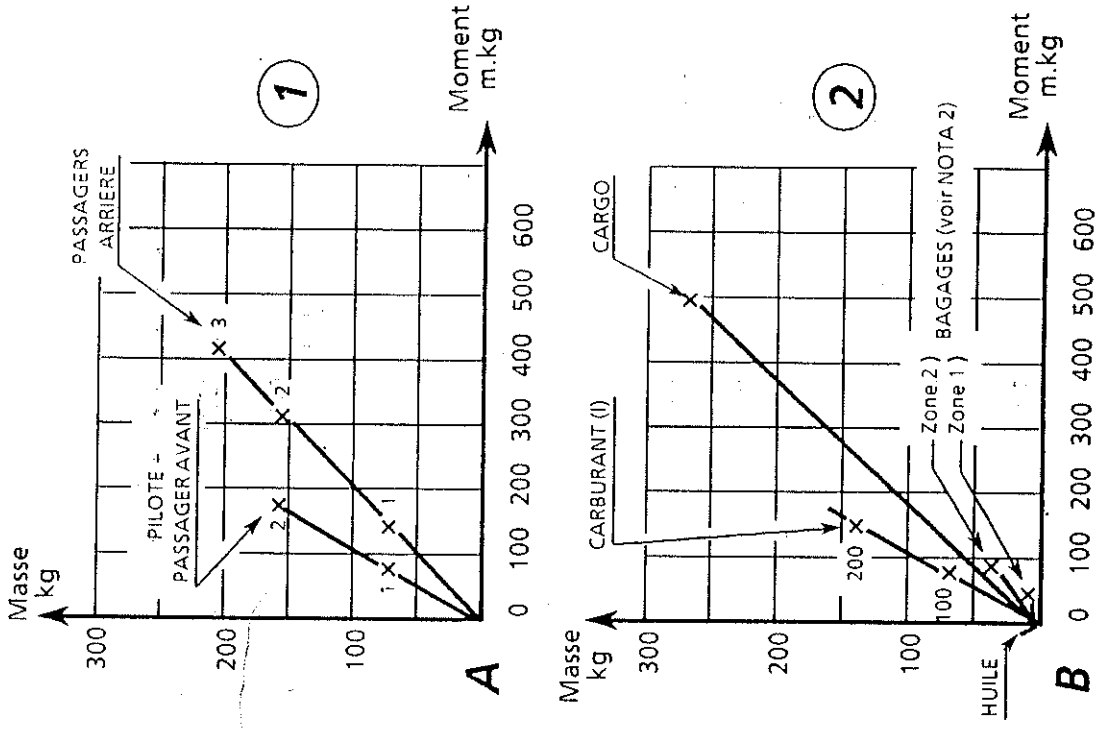

Figure 6.4 - ABAQUES DE CHARGEMENT
- Abaque de chargement (jusqu'au N / S 399) : voir Figure 6.4
- Superposer le point A (1) et le point A de l'abaque ⊙ Figure 6.4 ou 6.4A.
- Tracer sur le domaine masse / moment la droite pilote + passager AV. pour obtenir le point A (2) correspondant au chargement des sièges AV.
NOTA 2 (voir Figure 6.4) :